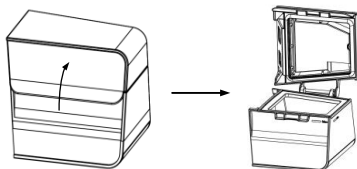

Fig. 18-1
(1) Apertura de la cámara de agua: Abra la tapa de la cámara de agua, como se ve en la Fig. 18-1.